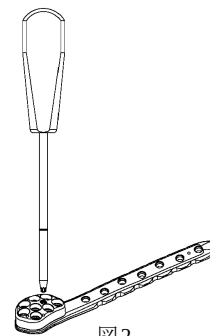

図2
- プレートの遠位部にガイドブロックを設置し、ヘクスローブ 25 ドライバーを用いて固定ネジでプレートに固定します。（図 2）